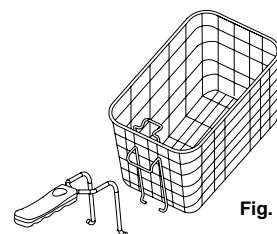

Fig. 1
- Use el mango para sacar la canasta freidora. Siempre verifique que el mango esté enganchado correctamente a la canasta freidora. Enganche el mango en la canasta freidora, inserte la parte metálica del mango dentro del soporte de la canasta freidora. (Fig. 1)